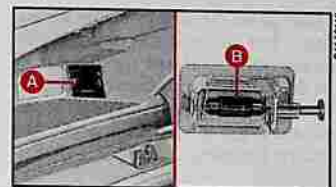

fig. 27
1) Extraire le transparent en agissant à l'aide d'un tournevis sur la languette A-fig. 27.